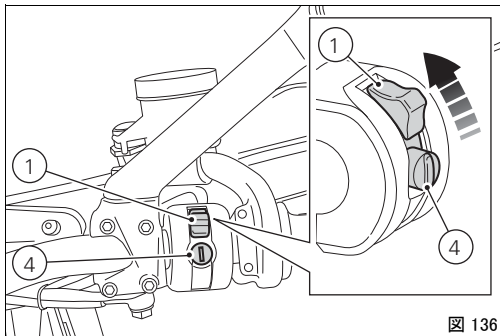

図 136
黒いボタン (4, 図 136) が見えるように、赤いスイッチ (1) を
ハンドルの赤いスイッチ (1, 図 136) を RUN OFF にいれ、エ